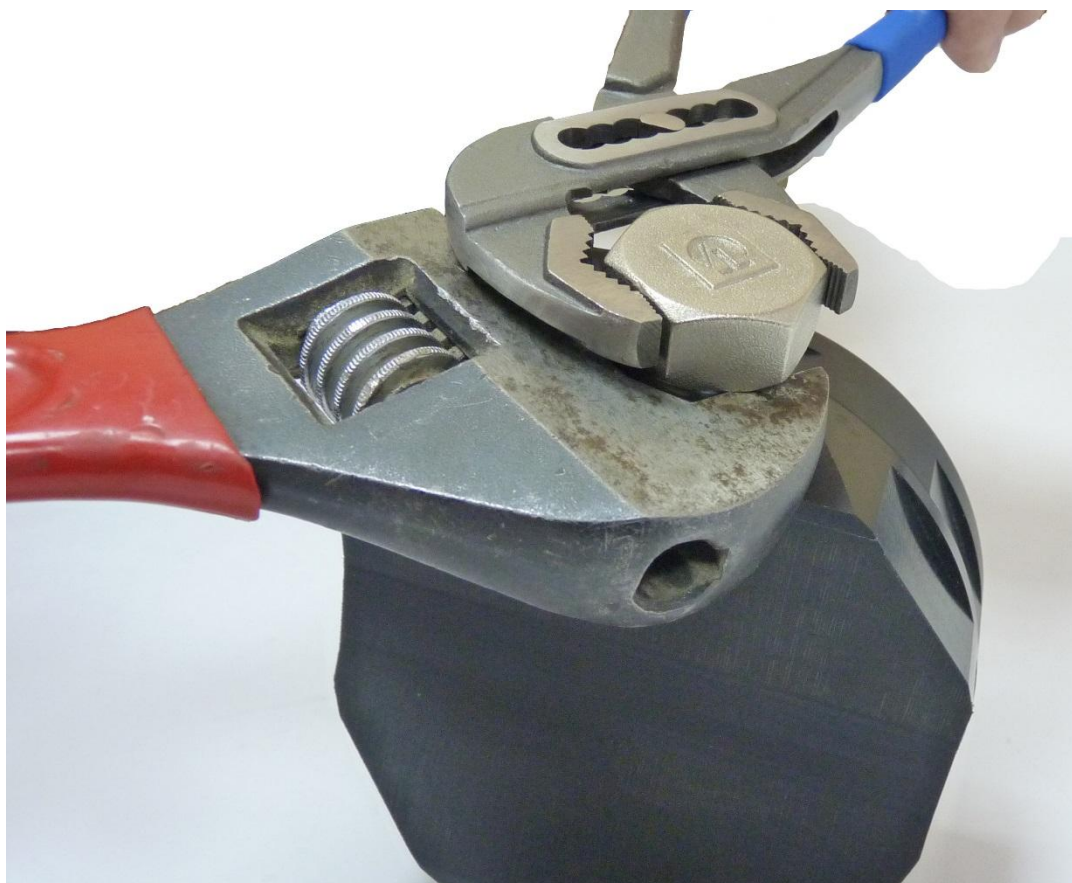

Рисунок 2 Герметизация блока разъемов
- 3.1.1** Открутить заглушку разъема рис. 2.